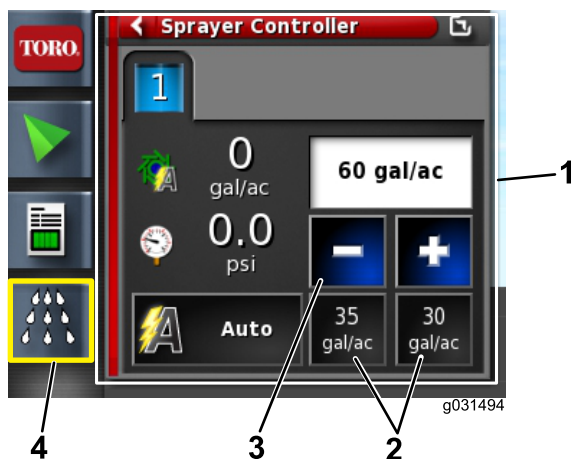

Figura 7
3. Abra el icono del controlador del fumigador (Figura 7).
5. Si el caudal no es correcto, cambie el caudal con los caudales preajustados, de forma incremental, o seleccione la casilla Caudal actual para introducir manualmente un caudal de aplicación (Figura 7).